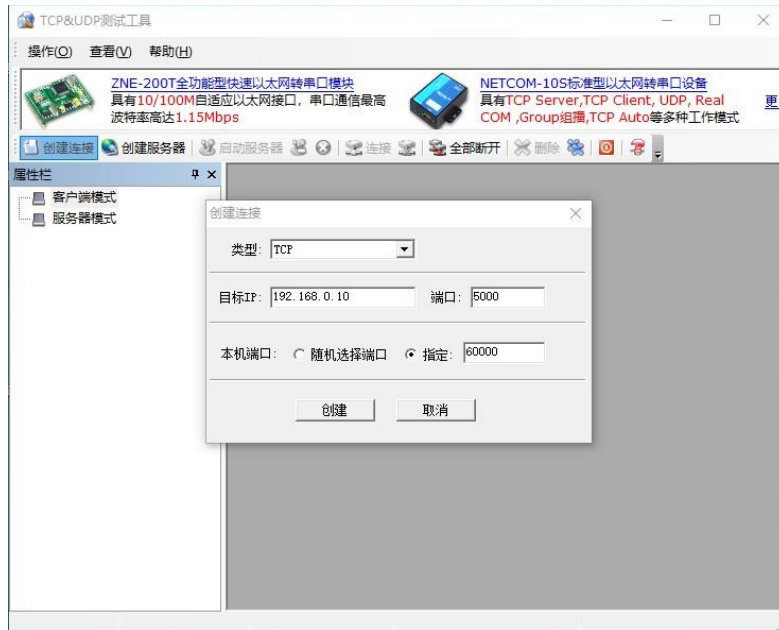

Abbildung 6-18 Erstellung eines TCP-Clients
- 3) Setzen Sie die IP-Adresse des Computers auf 192.168.0.1 (dieselbe wie die im Modul eingestellte Remote-IP-Adresse) öffnen Sie das "TCP&UDP Test Tool", setzen Sie den Verbindungsport auf 60000 und setzen Sie andere Parameter wie in Abbildung 6-18 gezeigt.